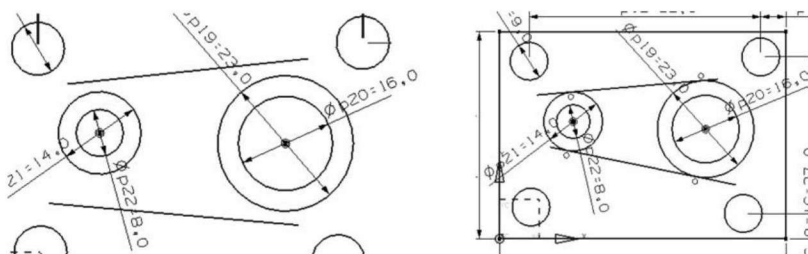

图 1.10 绘制切线
(9)单击“直线”按钮,选择默认坐标方式,绘制如图 1.10 所示两条直线。单击“约束”按钮,选择圆和直线,“约束”为相切.